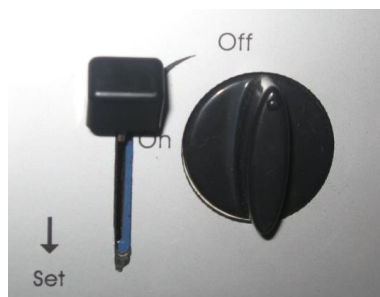

图6
- 5、 试验结束：试验结束后，开启风扇排出废气和烟雾，关闭流量计，将向右旋转面板上的气体旋钮开关旋回到“OFF”的位置，将保险拉杆向上，关闭电源开关并清洁燃烧室（如图6）。